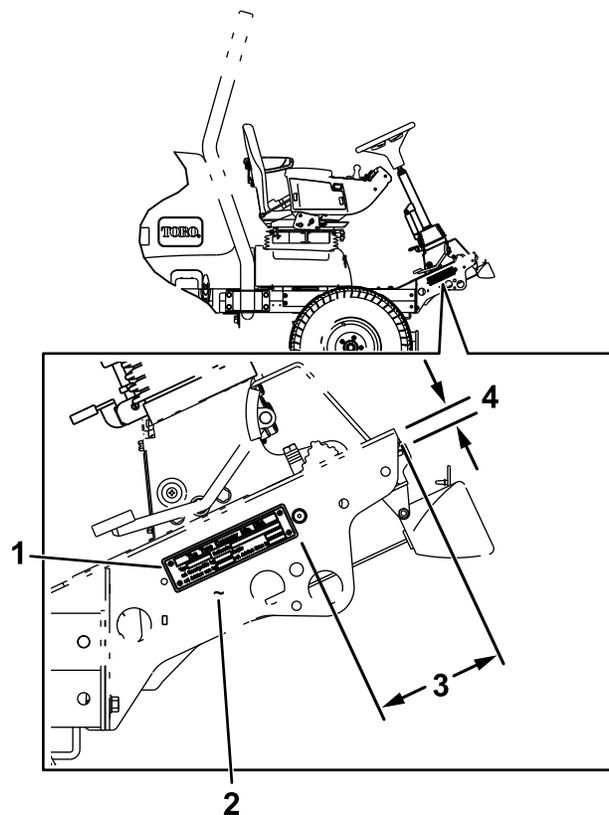

**Figura 23**
1. Fije una señal en cada lado de la máquina (Figura 23).
2. Utilice una abrazadera y 2 tuercas con arandela prensada ( $\frac{3}{8}$ " para fijar la placa de velocidad al lado izquierdo de la barra antivuelco (Figura 23).
3. Pegue una señal en la placa de velocidad (Figura 23).